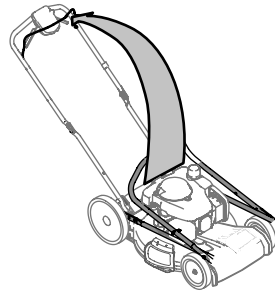

Figure 7
3. Assurez-vous que la tondeuse est stable, relevez le guidon et dépliez la partie supérieure. Voir (Figure 7). La partie inférieure doit être bien fixée dans les supports. Veillez à ne pas pincer le câble de commande de la lame ou le câble d'entraînement lorsque vous relevez le guidon.